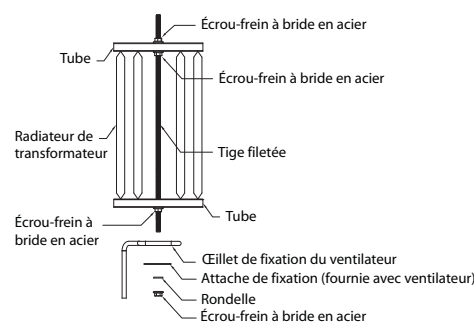

Figure 5 — Pose du nécessaire de fixation Guard-Mounting (vue de dessus)
- Poser un (1) tube de section carré de 3/4 pouce au bout de chacune des quatre (4) tiges à l'aide de deux (2) écrou-freins à bride comme sur la Figure 5. Serrer fermement (s'assurer que les écrous ne se desserrent pas lors de la pose de l'écrou de serrage sur l'avant du radiateur).
- Poser l'œillet du ventilateur par-dessus l'écrou, suivi d'une (1) attache de fixation, d'une rondelle et d'un écrou.